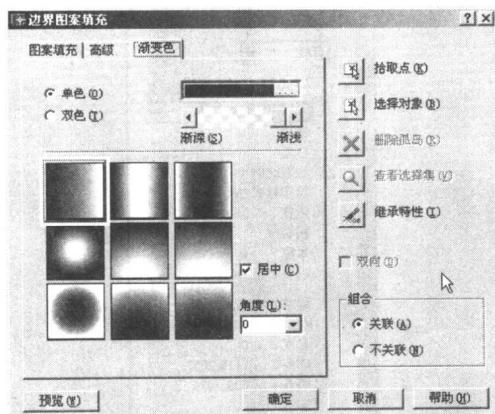

图 1.3 “边界图案填充”对话框
- **渐变填充** 可以在实体填充中使用单色渐变填充或双色渐变填充（见图1.3）。可以调整渐变图案，为渐变选择线性过渡、球状过渡或抛物线过渡。使用渐变可以增强演示图形的效果。